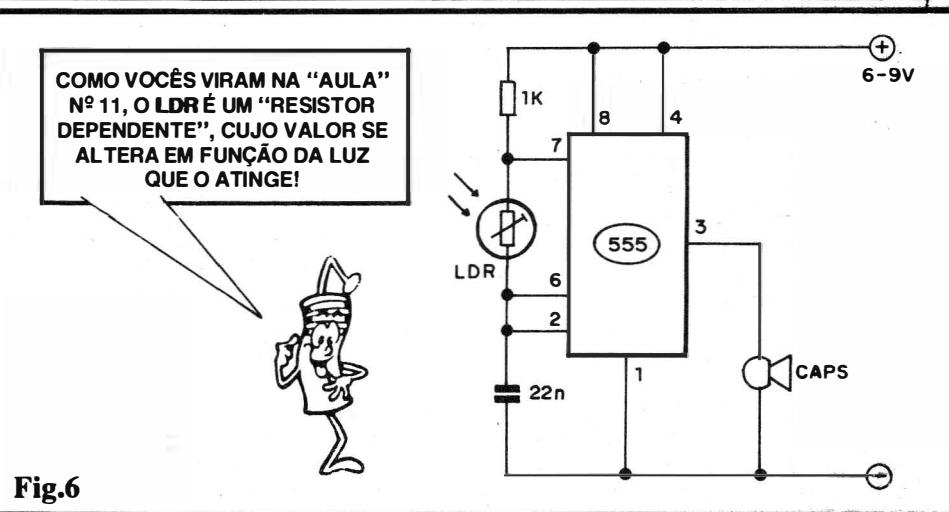

Fig.6
- FIG. 6 - OSCILADOR DEPENDENTE DA LUZ - Essa é uma montagem que, além de "render" muito, a nível experimental, pode "quebrar a banca" em Feiras de Ciência ou atividades do gênero! Trata-se de um simplíssimo oscilador de áudio (o sinal é "traduzido" para nossos ouvidos, por uma cápsula piezo, conforme exemplificamos na "Lição" Teórica da presente "Aula"...) cuja Frequência é **dependente** da momentânea intensidade da Luz que recai sobre o local (na verdade, sobre um sensor fotoelétrico já estudado, na "Aula" do ABC nº 11). Quanto "mais luz" tivermos no local, mais agudo ficará o som... Por outro lado, quanto mais "escuro" estiver o ambiente, mais grave se manifestará o som. A estrutura básica é de um mero ASTÁ VEL, devendo o Leitor/"Aluno" notar a presença "clássica" dos